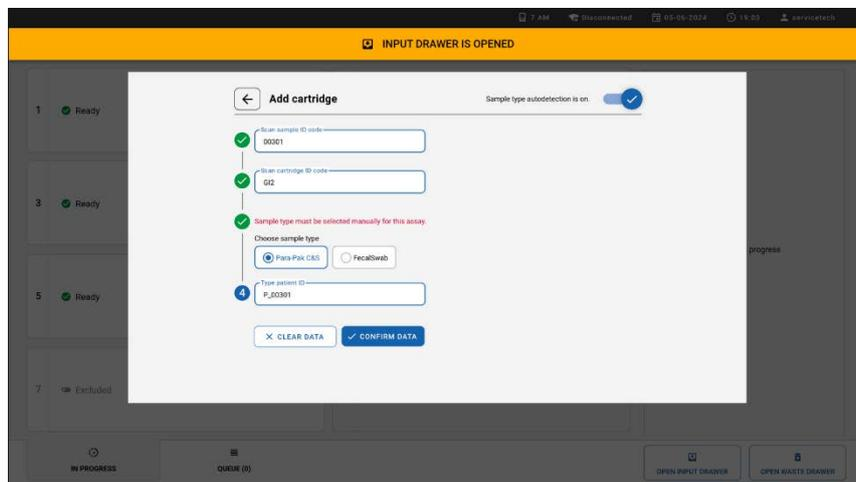

Figura 16. Tela Select sample type (Selecionar o tipo de amostra).
3. Selecione o tipo de amostra para ensaios onde a detecção automática do tipo de amostra não é viável ou caso a detecção automática do tipo de amostra esteja desmarcada (Figura 16).